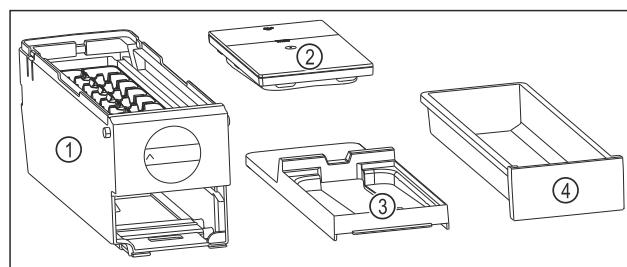

Fig. 108 Компоненти EasyTwist-Ice
- ▷ EasyTwist-Ice складається з чотирьох частин. (див. Fig. 108)
- Розбирайте EasyTwist-Ice тільки на зображені компоненти. (див. Fig. 108)
- Очистіть корпус EasyTwist-Ice Fig. 108 (1) без розбирання.